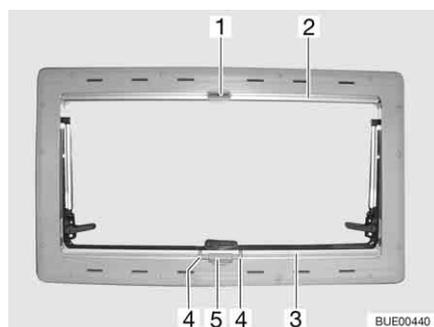

Bild 59 Ausstellfenster
- Griff (Bild 59,4) zusammendrücken und Verdunklungsrollo (Bild 59,3) von unten nach oben bis zur gewünschten Höhe ziehen.
- Griff (Bild 59,4) zusammendrücken. Die Arretierung wird gelöst.
- Das Verdunklungsrollo (Bild 59,3) langsam in Ausgangsstellung zurückführen.
- Insektenschutzrollo (Bild 59,2) nach unten ziehen, bis es am Verdunklungsrollo (Bild 59,3) anstößt und der Verschlussriegel (Bild 59,1) in die Verriegelung (Bild 59,5) einrastet.
- Den Verschlussriegel (Bild 59,1) lösen.